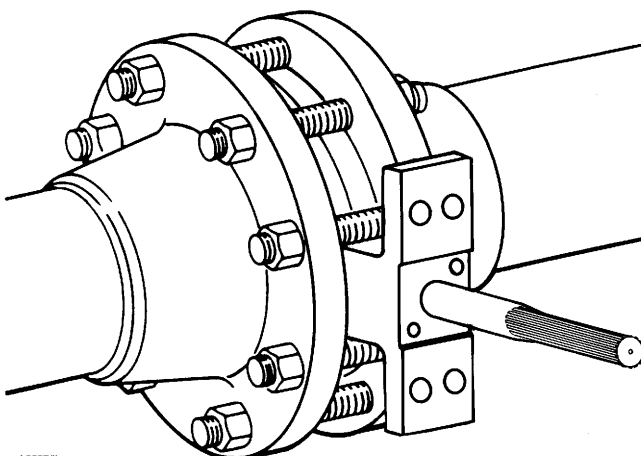

Figure 5. Vanne de type à insérer entre brides (sandwich) correctement installée
La vanne peut être installée dans n'importe quelle orientation ; il est toutefois recommandé que l'arbre d'entraînement de la vanne soit horizontal et que l'actionneur soit vertical, comme illustré par la figure 5.
1. Voir la figure 5 pour l'orientation recommandée de la vanne.